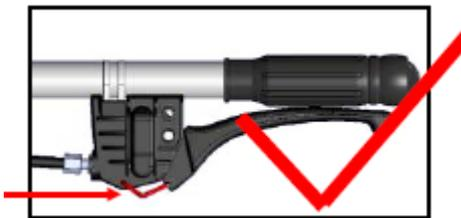

FIGURE 2
4. Une fois que l'opérateur s'est familiarisé avec la machine, lors du travail et de la marche, nous vous suggérons de verrouiller le guidon d'embrayage avec un loquet (voir figure 2.) pour éviter les déplacements incomplets sur la poignée et réduire les dommages au disque de friction, pour prolonger la durée de vie de l'embrayage.